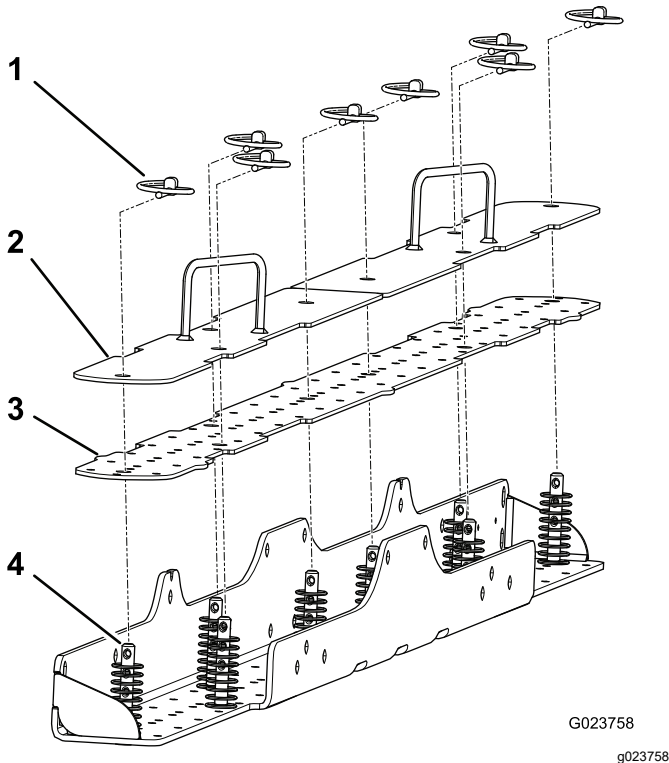

図 3
1. ネイル・プレートとトップ・プレートをボトム・プレートに固定している8本のクレビスピンから、リンチピンを抜き取る 図 3。